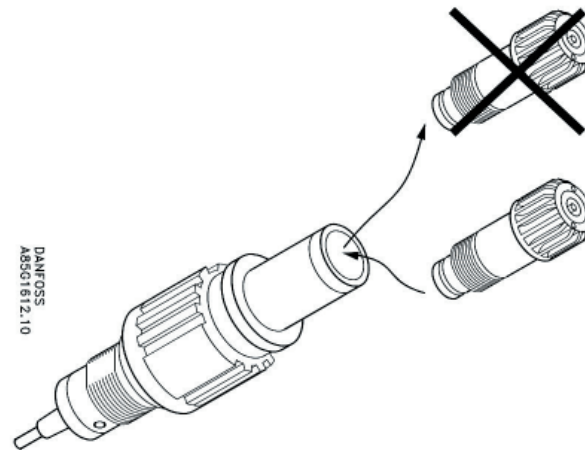

Fig. 37
2. Insert new sensor (see fig. 37).